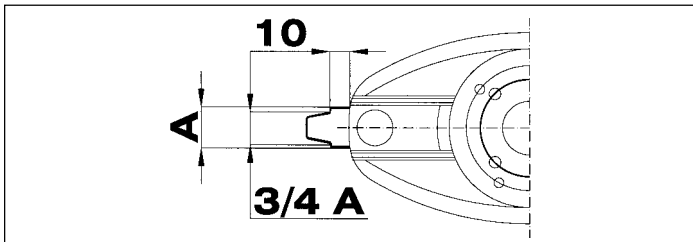

Fig. 19
- **sono usurati**: se la larghezza del coltello a 10 mm / 0.39 inch - dal disco è $\frac{3}{4}$ della larghezza originaria (fig. 19).